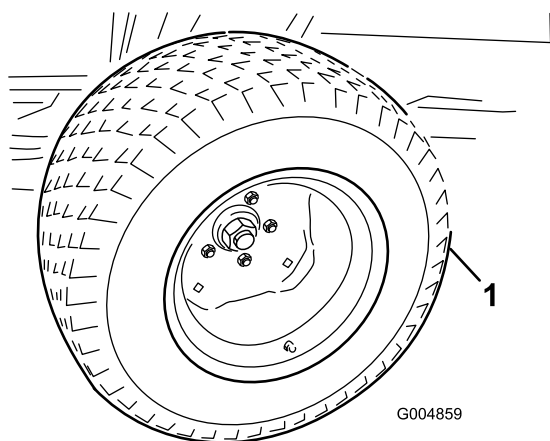

Figura 79
27. Montate gli pneumatici delle ruote motrici estivi con 2 dadi per pneumatico (Figura 79).